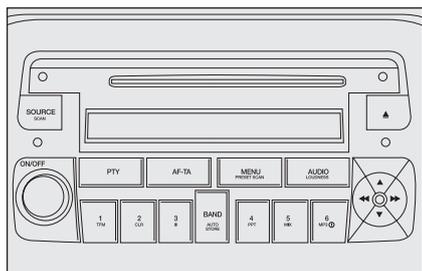

fig. 3
- avec autoradio demandé **fig. 3**.